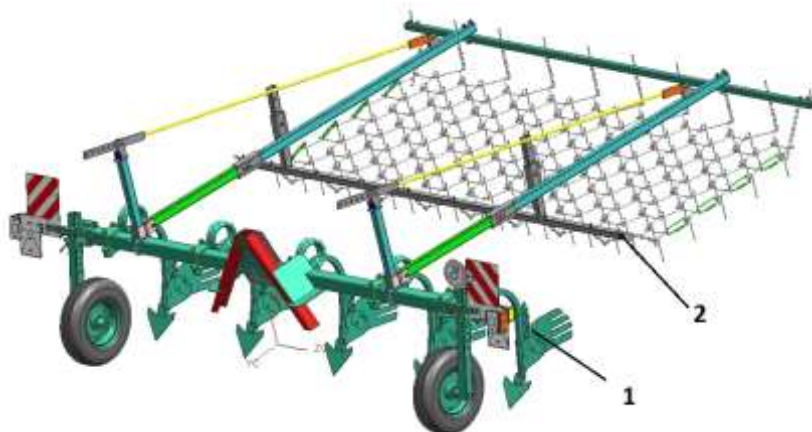
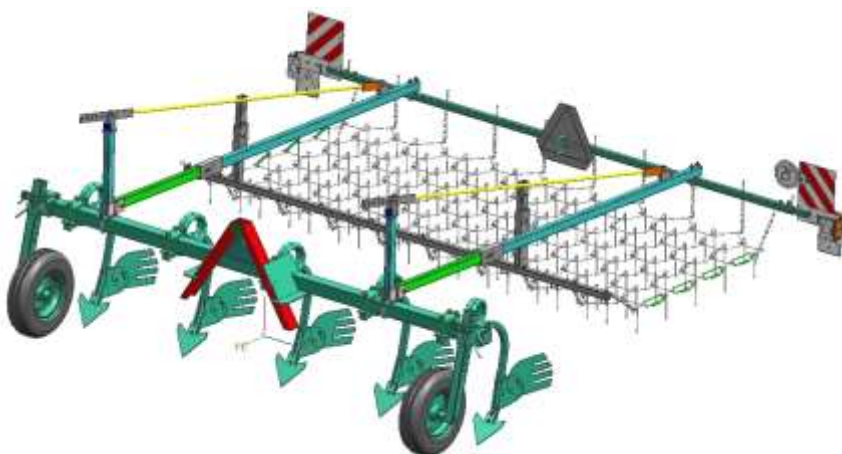
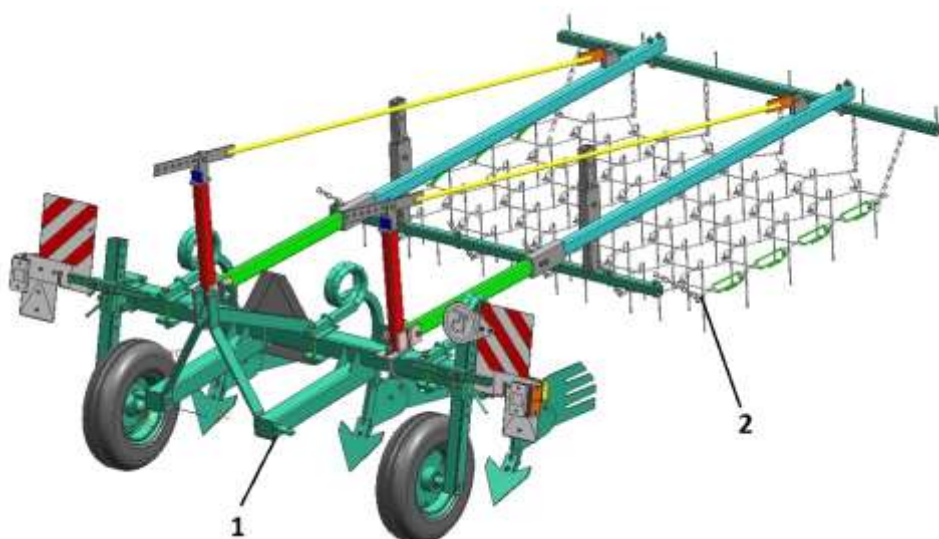
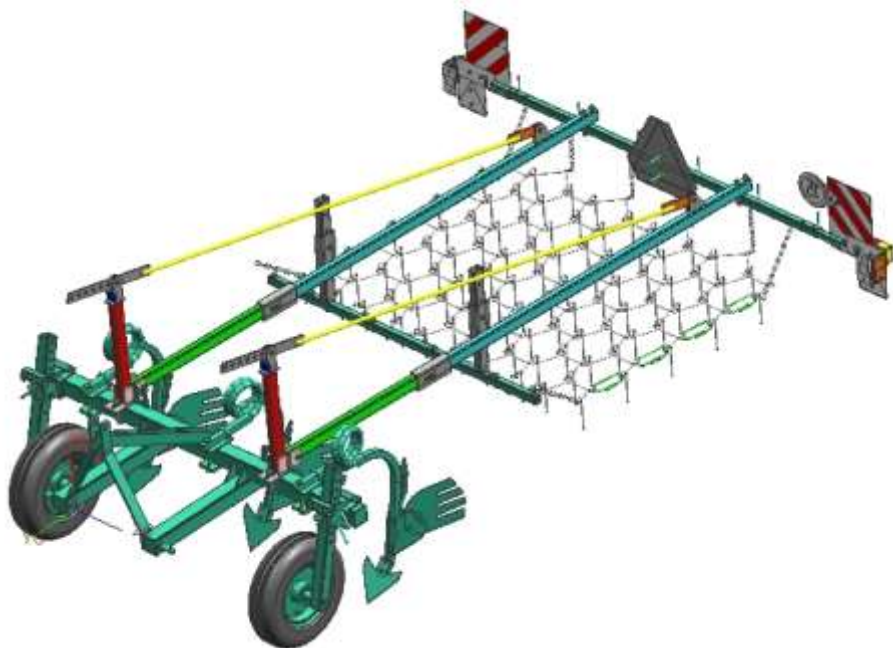

Рисунок 1 – Окучник чизельный с бороной сетчатой ОЧ-2,8 с БС-3,0 в рабочем положении
Рисунок 2 – Окучник чизельный с бороной сетчатой ОЧ-2,8 с БС-3,0 в транспортном положении
Рисунок 4 – Окучник чизельный с бороней сетчатой ОЧ-1,4 с БС-1,5
Рисунок 5 – Окучник чизельный с бороней сетчатой ОЧ-1,4 с БС-1,5 в транспортном положении
3.1 Окучники чизельные с бороной сетчатой (рис. 1, рис.4) состоят из двух частей: окучника 1 и бороны сетчатой 2.
3.9 При транспортировке окучника с бороней сетчатой, панели должны быть установлены на задней трубе бороны (рис. 2, рис. 5). При работе панели необходимо переставить в кронштейны окучника (рис. 1, рис. 4).